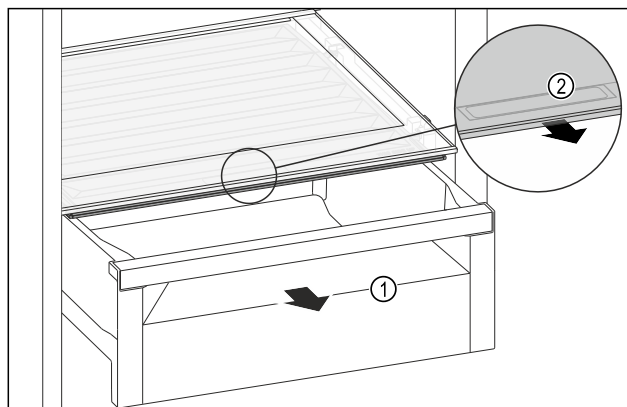

Fig. 175
- Tërhiqni jashtë sirtarin Fig. 175 (1).
- Kapni dorezën e futur Fig. 175 (2) në kapakun e ndarjes dhe në të njëjtën kohë tërhiqni përpara kapakun e ndarjes.